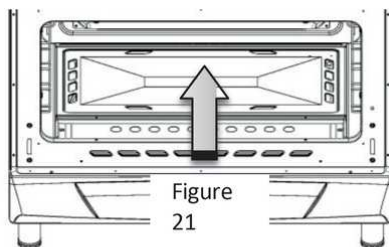

Figure 21
- Heben Sie das Brennergehäuseblech zunächst in Pfeilrichtung und dann nach oben ins Kesselinnere an und ziehen Sie das Blech zu sich heran, um es aus seiner Halterung zu lösen (Abbildung 21).